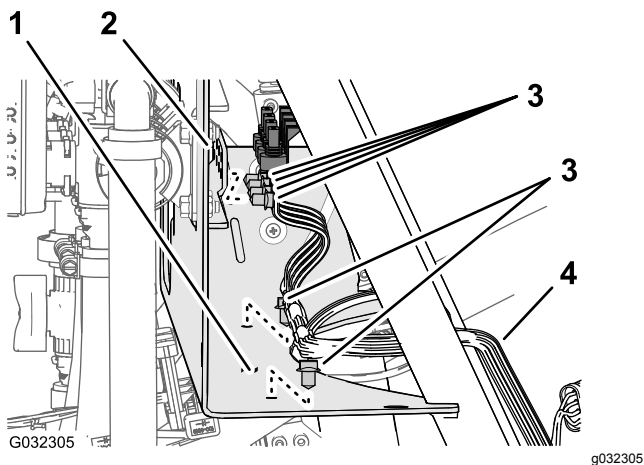

图38
3. 拆下将后线束固定到歧管安装架前侧板和下侧板中的孔的枞树形锚栓 图38。